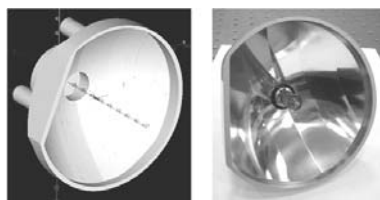

图 1-1 汽车远光灯反光杯手板的数控高速加工
(2) 汽车工业 现在汽车产品的样式越来越多样化,汽车产品的换型越来越快,产品纷繁多样化,由原来单一工件的大批量生产变成了多种工件的较小批量的叠加成的大批量生产。因此,汽车制造业占统治地位的组合机床自动线虽然效率高,但却无法满足汽车行业快速更新的现实。而以高速加工技术为基础的敏捷柔性自动生产线被越来越多的国内外汽车制造厂家所采用。国外如美国 GM 发动机总成工厂的高度柔性自动生产线、福特汽车公司和 Ingersoll 机床公司合作研制以 HVM800 卧式加工中心为主的汽车生产线。大批量生产的汽车行业面临产品快速更新换代而形成多品种生产线来代替组合机床生产线,高速加工中心则将柔性生产的生产速度提升到组合机床生产线水平。
(3) 模具行业 在模具行业,高速切削是典型的高转速、高进给、低切削量应用,可以取代传统的磨削加工、电火花加工以及光整加工,减少加工时间,缩短工艺流程,提高生产率。根据研究统计,采用高速加工,可以使模具的制造周期缩短 30%~80%。
(4) 精密制造业 在精密机械或光学仪器的制造中,尺寸精度、加工稳定性等方面往往要求较高,而采用高速加工时激振频率很高,工作平稳,容易获得较高的尺寸精度,高速加工正好大有用场,如图 1-1 所示为汽车远光灯反光杯手板的数控高速加工。